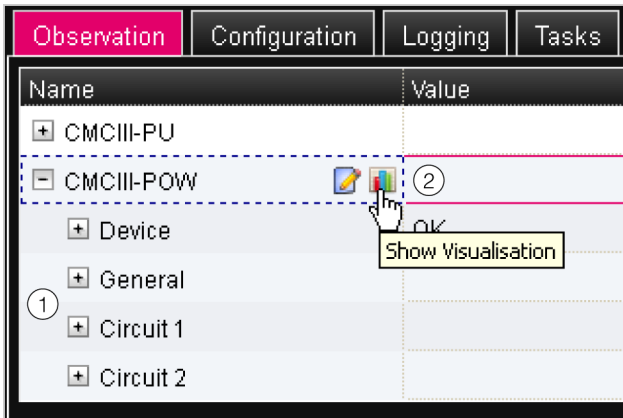

Abb. 13: Baumdarstellung
werden (Abb. 13, Pos. 1), schalten Sie folgendermaßen auf die grafische Darstellung um:
- Klicken Sie auf das farbige „Grafik“-Symbol hinter dem Eintrag „CMCIII-POW“ in Form eines stilisierten Diagramms (Abb. 13, Pos. 2).
Die Anzeige wechselt in die Baumdarstellung (Abb. 13) und Sie können gezielt auf die einzelnen Einstellwerte zugreifen.